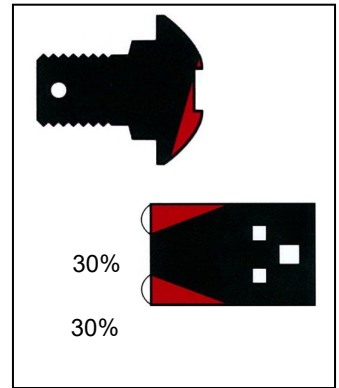

Figura 31
- Si la cabeza del perno del juego de cuchillas (1, Figura 31) se desgasta, la cuchilla podría ser arrojada, causando un accidente grave. Reemplace el perno del juego de cuchillas inmediatamente después de que desaparezca la hendidura. Además, reemplace (o dele vuelta a) la cuchilla cuando la misma se haya gastado por un 30% (Figura 31).